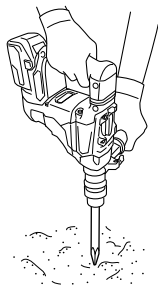

Fig. 14
2. Cómo tallar o demoler (Fig. 14)